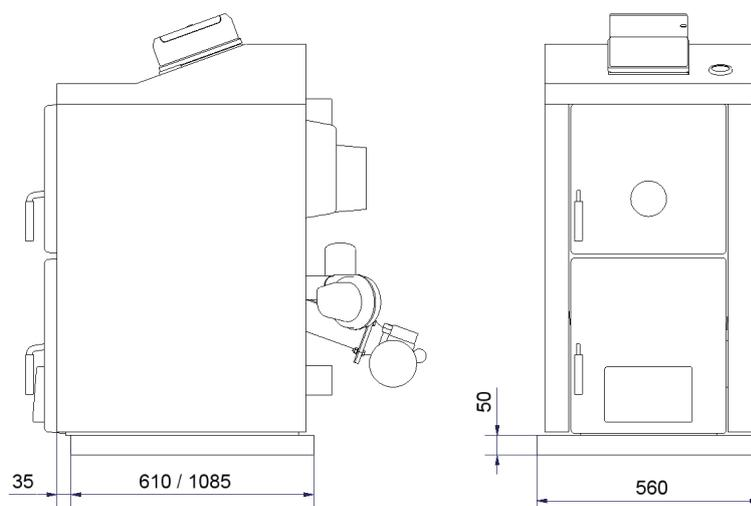

Рис. no. 5 Размеры цоколя под корпус котла
1. Расположение на полу из негорючего материала (см. Рис. no. 5)
1. Установить корпус котла на цоколь (см.Рис. no. 5).